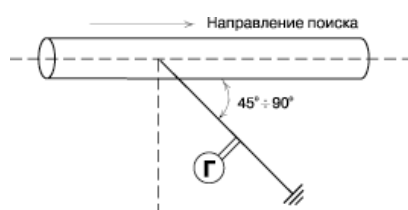

Рис.3
- Угол установки штыря заземления в направлении поиска и места подсоединения генератора к кабелю должен составить $45^\circ - 90^\circ$ (рис. 3);